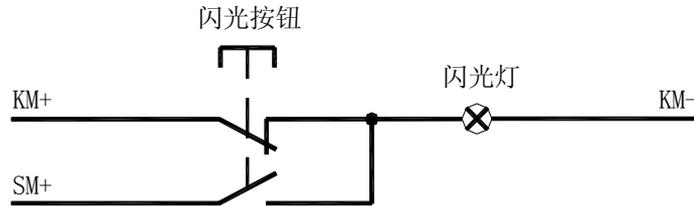

图 2-3-4 闪光电路接线图
- 母线电压和电池组端电压输入使用 J8，它们之间不需共负端，电池端电压检测严格说应接在熔断器的后面靠近电池一侧。J8.9 为闪光母线，其外部连接请参见图 2-3-4。J8.11 请接大地。控制母线电压检测输入同时也是监控装置工作电源输入，输入范围：85VDC~320VDC。